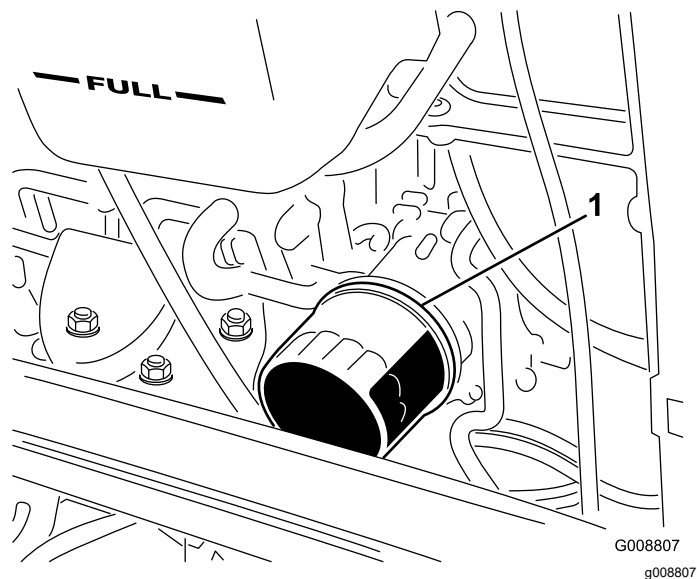

Figura 58
4. Togliete il filtro dell'olio (Figura 58).